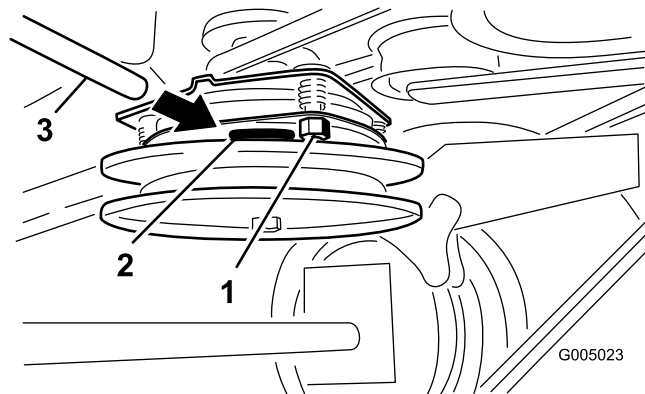

Figura 45
- Apriete las contratuercas hasta fijar ligeramente la galga pero dejando que ésta se pueda mover con facilidad en la separación (Figura 45).